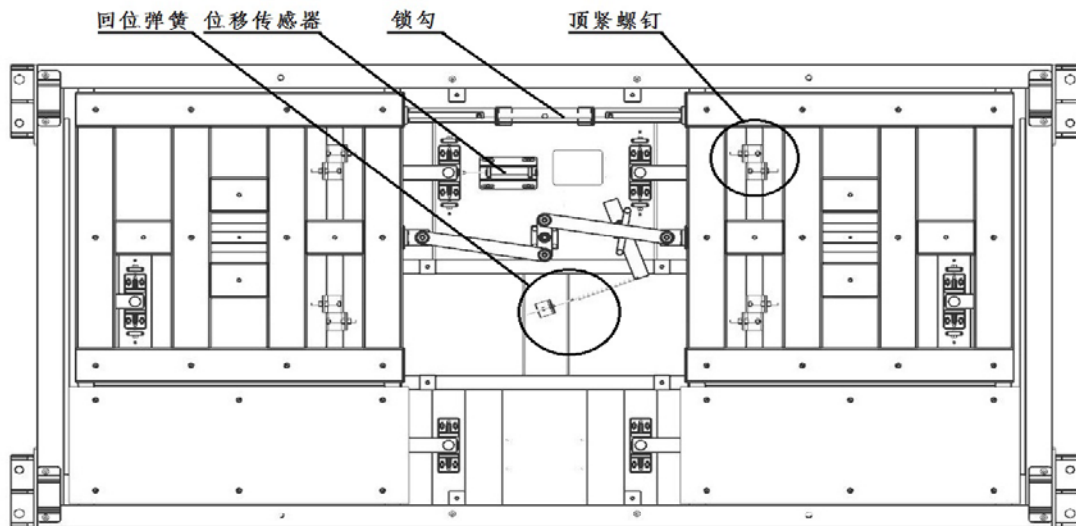

图 3.8
(6)、打开侧滑试验台左、右测量板的盖板及中间盖板（见图 3.8）；